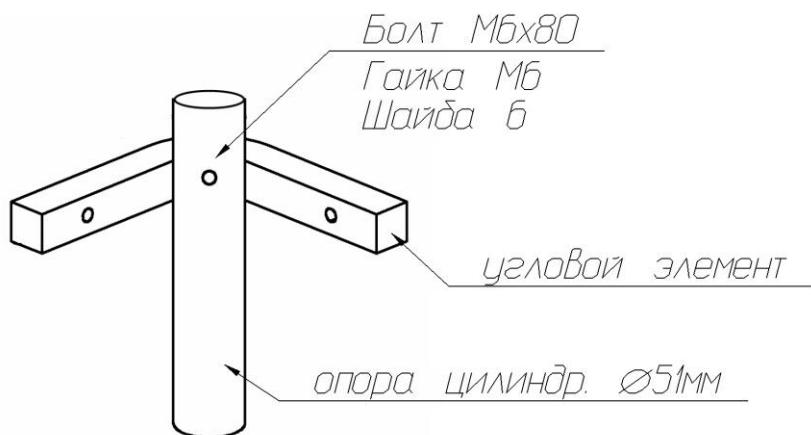

Рис. 3
3. Соединить ножные металлические опоры с угловыми элементами с помощью болтов М6х80 с шестигранной головкой, гаек М6 и шайб 6 (рис. 3).